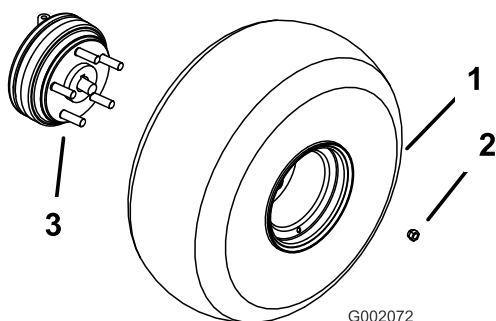

Figura 3
3. Monte as rodas com os dispositivos de fixação retirados (Figura 3) e aperte-os a 61-88 Nm.